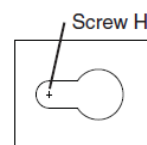

Figure 3
6. **Position the Fixture Housing (1) against** the mounting surface and with a pencil, mark the screw hole locations to be located at the narrow section of the keyholes. **See Fig. 3.**
6. **Coloque la caja de la luminaria contra** la superficie de montaje y con un lápiz, marque las localizaciones de los agujeros para los tornillos que serán ubicados en la sección angosta de los “keyholes”. **Vea Fig. 3.**
6. **Placer le boîtier de l'appareil sur la surface** de montage et à l'aide d'un crayon tracer l'emplacement des trous de vis sur la partie étroite des encoches en trou de serrure. **Voir la Fig. 3.**